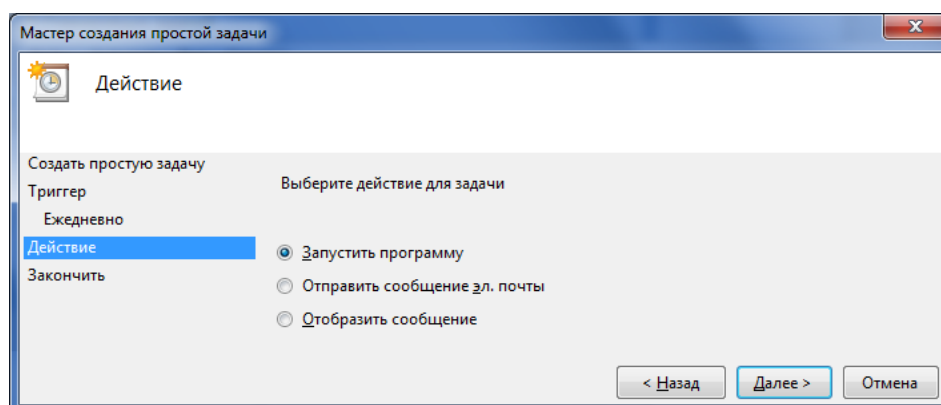

Рисунок 9.32 — Выбор действия
- В следующем окне оставьте установленным флажок *Запустить программу* и нажмите кнопку *Далее* (см. рисунок 9.32).